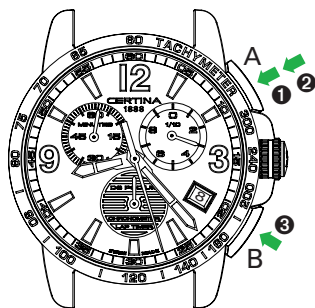

Fig. 1
**Lectura del tiempo (según la fig. 1)**
**Lectura del tiempo 1 (según la fig. 1)**